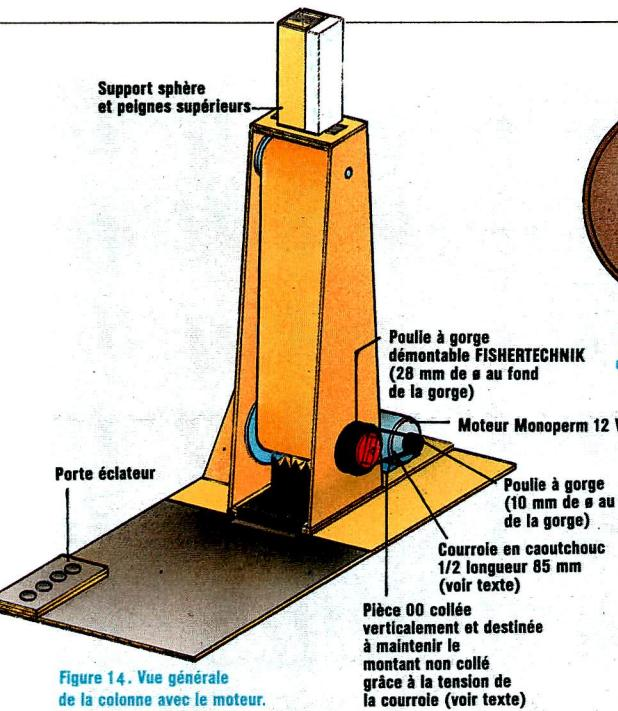

Figure 14. Vue générale de la colonne avec le moteur.
- coller la pièce 00 à l'endroit indiqué **figure 14**. Son rôle précis consiste à empêcher le montant non fixé de se dégager inopinément de son emplacement sous